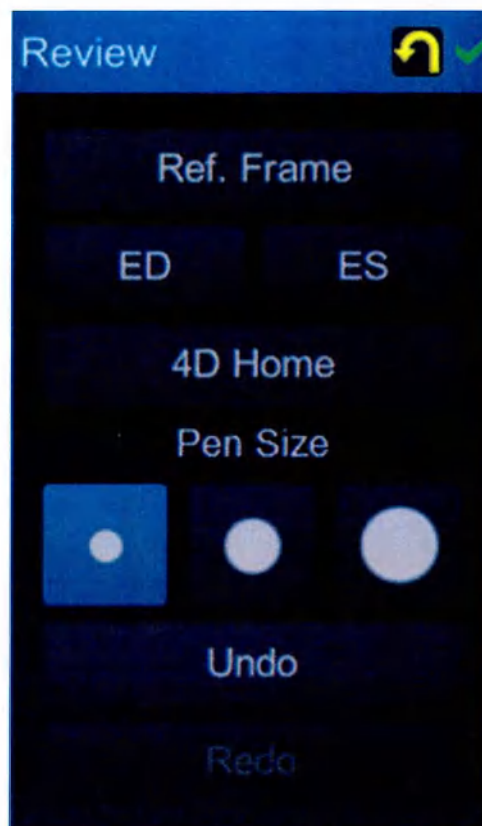

Рис. 8-90. Особые элементы управления на этапе просмотра
- Изменение размера области, на которую влияет модификация, за счет разных опций Pen Size (Размер пера) (Рис. 8-90).